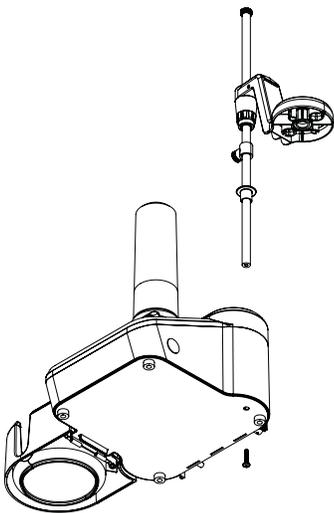

Figura 3. Posizione del raccordo per avvitare la Torretta Porta-elettrodi
2. Fissare la Torretta Porta-elettrodi al Titolatore capovolgendo l'unità e avvitando il raccordo fornito. Il raccordo consiste in una vite imperdibile accessibile attraverso il buco sul fondo del Titolatore. Per semplificare questo passaggio dell'installazione è stato incluso un cacciavite Torx T20 insieme al titolatore. Fare riferimento a **Figura 3**.